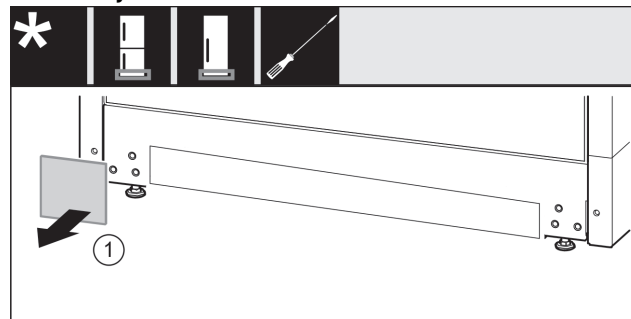

Fig. 13
- ▶ Skinite poklopac Fig. 13 (1).